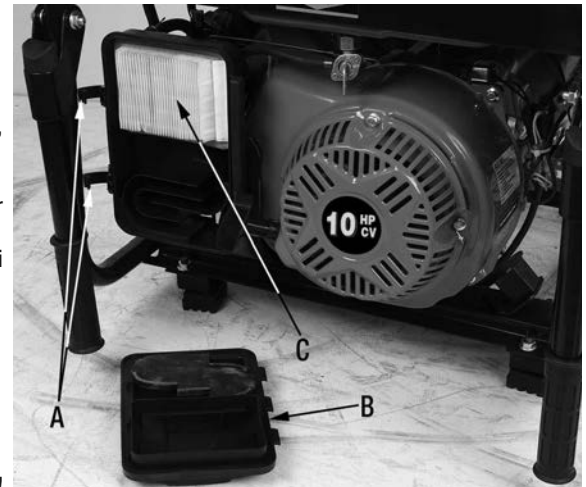

Figure 3
- 1) Déverrouillez les attaches des deux côtés (A) Fig.3 et retirez le couvercle du filtre à air (B).
- 2) Retirez le filtre (C), secouer les débris et la poussière, souffler avec de l'air si nécessaire.